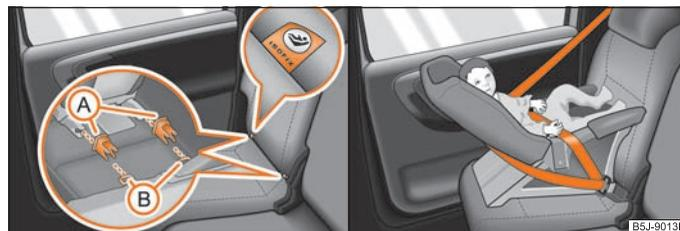

Abb. 124 Halteösen (ISOFIX-System) / der ISOFIX-Kindersitz wird in die montierten Aufnahmehalter geschoben
- Stecken Sie die Aufnahmehalter (A) auf die Halteösen (B) zwischen Sitzlehne und -fläche ⇒ **Abb. 124**.
- Schieben Sie die Rastarme des Kindersitzes in die Halteösen, bis sie hörbar einrasten ⇒ **Abb. 124**.